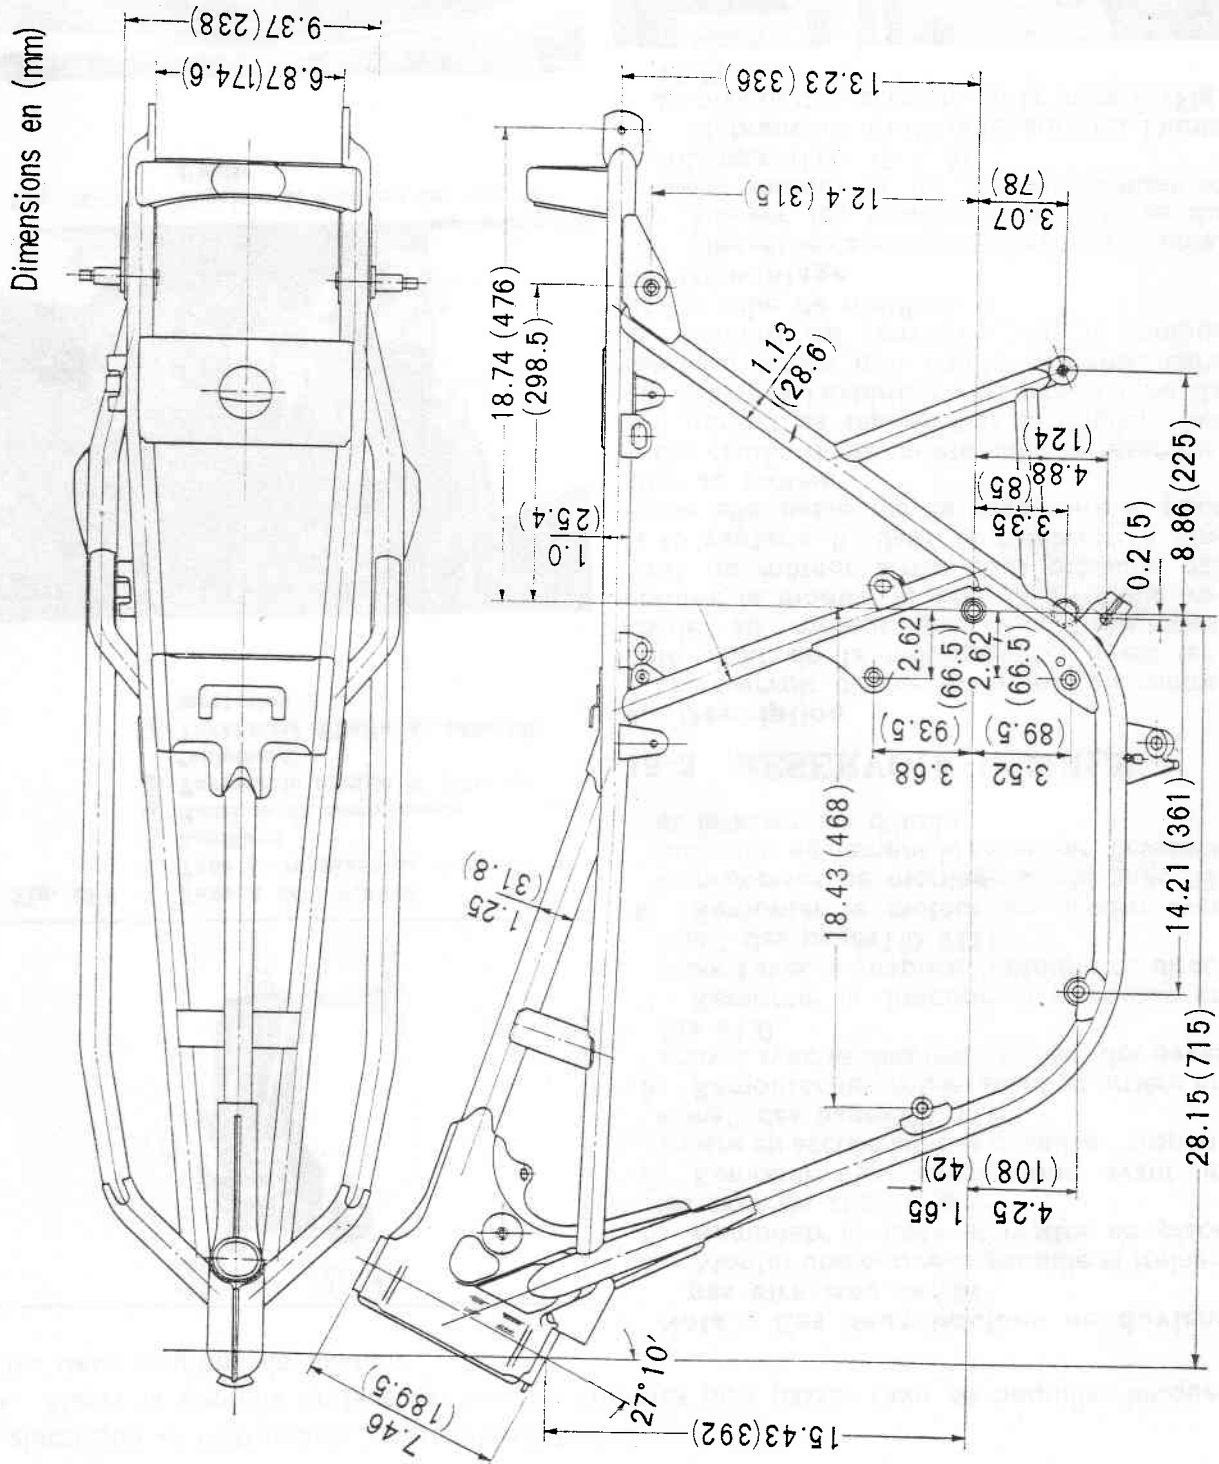

Fig. 15-5
1. Vérifier que le cadre n'est ni faussé ni endommagé; réparer s'il y a lieu à la presse (la Fig. 15-5 donne les dimensions du cadre rednu).